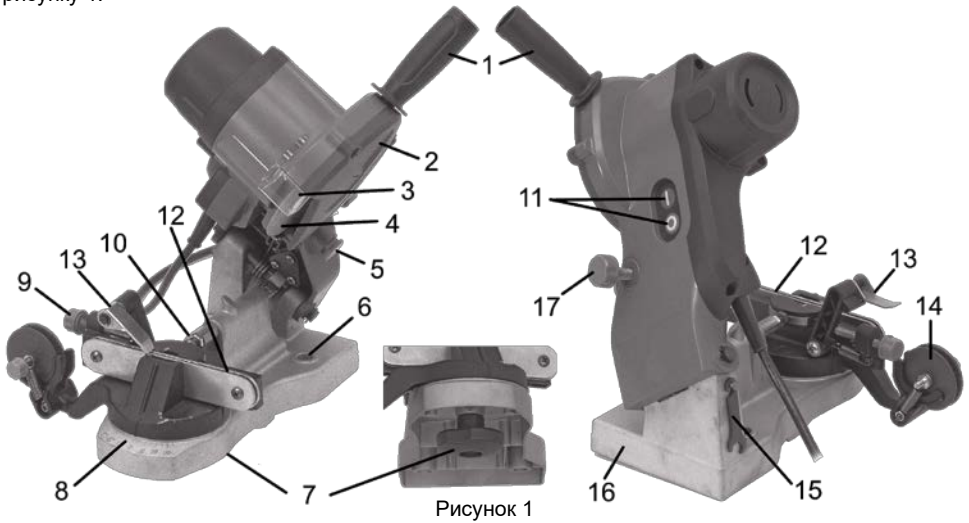

Рисунок 1
Ретельно очистити ланцюг перед заточуванням від тирси, бруду і мастила. Перевірте стан і надійність кріплення абразивного диска (4, рис. 1) і захисного кожуха (2, рис 1). Під'єднайте станок до мережі електроживлення. Перевірте справність роботи кнопок управління (11, рис 1) і двигуна станка короткочасним увімкненням на холостому ходу.
4.4.1 Послабте фіксатор (7, рис. 1 та 5), встановіть поворотний стіл у нейтральне положення так, щоб стрілка покажчика знаходилася навпроти значення «0» (8, рис. 1 та 3), затисніть фіксатор (7). Послабте контр-гайку (18) та гвинт фіксації ланцюга (10), щоб розтиснулися напрямні (12, рис. 1 та 3) вузла фіксації ланцюга. Встановіть ланцюг напрямними ланками в паз струмка напрямної опори (12) вузла фіксації ланцюга таким чином, щоб зубці ланцюга заточеними кромками були спрямовані вправо. Переконайтеся в тому, що ланки ланцюга вільно звисають та не чіпляються за сторонні предмети і не торкаються електродротів.
4.4.2 Не вмикаючи двигун станка, візьміть за рукоятку (1, рис. 1), натисніть на кнопку швидкого налаштування глибини заточування (5, рис. 1) і підведіть точильну головку з абразивним диском (4) впритул до ланцюга так, щоб диск потрапив у проточення перед робочою поверхнею різальної кромки зуба ланцюга, відпустіть кнопку (5). Притискаючи точильну головку за рукоятку до обмежувача, обертанням гвинта обмежувача глибини занурення заточувального диска
4.4.4 Увімкніть виріб, акуратно підведіть абразивний диск до ланцюга, за допомогою гвинта регулювання положення відкидного упору (9, рис. 1 та 3) встановіть необхідну величину зняття металу з передньої поверхні різальної кромки зубця, який загострюється, зафіксуйте це положення контргайкою гвинта. Поверніть заточувальну головку у вихідне положення. Послабте напрямні опори вузла фіксації ланцюга (12) гвинтом (10) для розблокування ланцюга. Зробіть позначку на перший заточений зуб ланцюга маркером або фломастером.